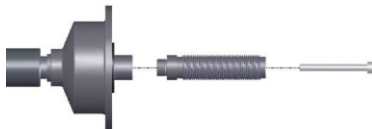

Рис. 10
4.5.4 Очистите посадочные поверхности шпинделя от транспортировочной смазки. Установите вал на шпиндель и затяните его болтом в соответствии с рис.10